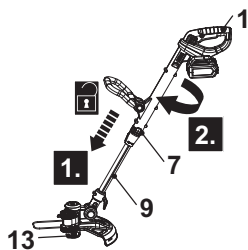

Fig. 9
1. Faites glisser le bouton de déverrouillage (7) vers le bas et tournez la poignée principale (1) dans le sens des aiguilles d'une montre tout en tenant la barre inférieure (9) pour régler la tête de coupe (13) à un angle de 90 ° ou 180 ° (Fig. 9). Relâchez le bouton de déverrouillage (7) et continuez à tourner la poignée principale (1) jusqu'à ce qu'elle s'enclenche bien. Assurez-vous que le bouton de déverrouillage (7) s'enclenche bien dans la position voulue.